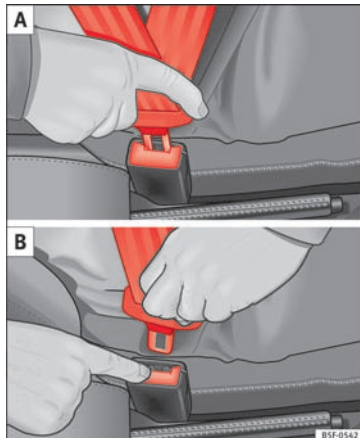

Fig. 82 Sådan sættes sikkerhedsseles låsetap ned i selelåsen, og sådan frigøres den fra selelåsen.
- Stik låsetappen ind i den selelås, der hører til den pågældende siddeplads. Du skal kunne høre, at den går i hak »» **Fig. 82.**
- Tryk på den røde knap på selelåsen »» **Fig. 82.** Låsetappen springer ud »» .